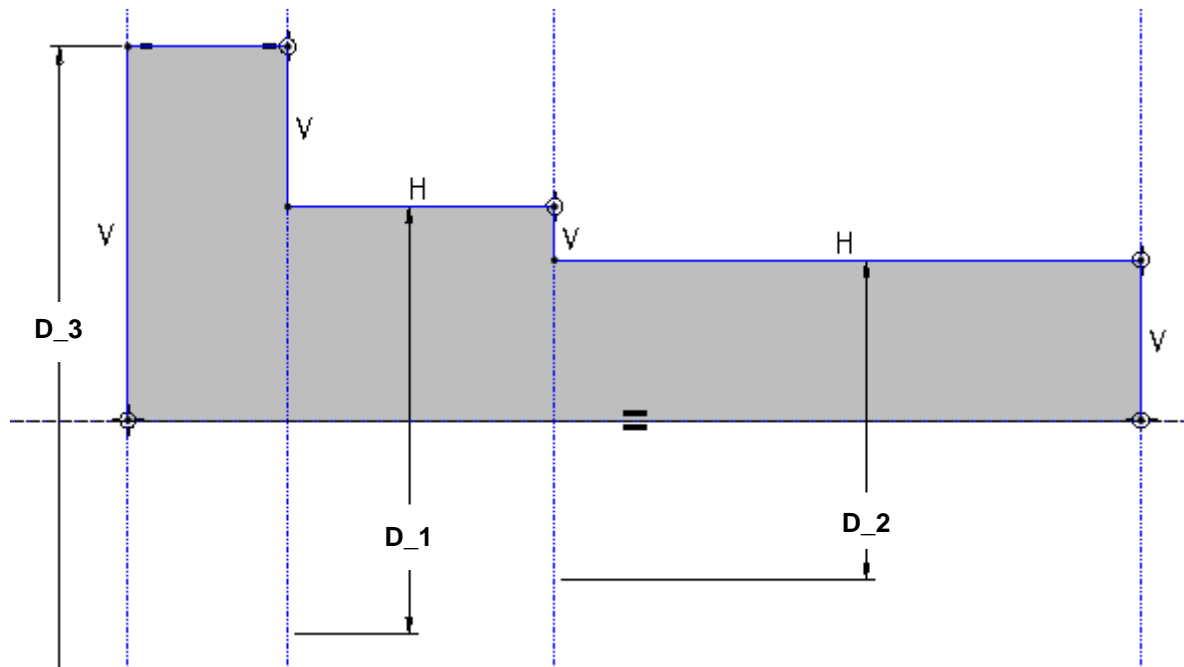

Abb. 5 Skizze des Grundkörpers, Drehen-KE
- ▶ Skizzieren nach Abb. 5, dabei achten auf: Rotationsachse, Durchmesserbemaßungen, richtige Parametereingabe, jeweils als Beziehung bestätigen (**D_1, D_2, D_3**)